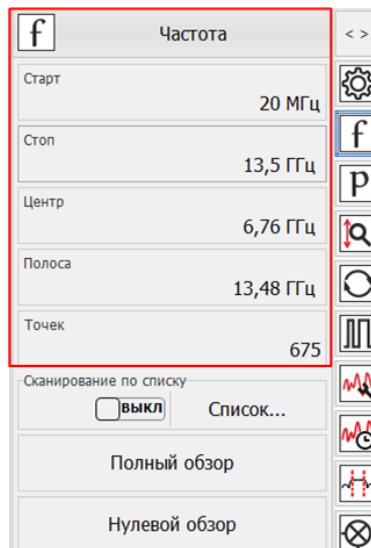

Рис. 3. Задание частотного диапазона
6. В панели управления «Частота» задать параметры сканирования по частоте (рис. 3). Количество точек выставить исходя из того, что начальная частота сканирования должна быть равна шагу сканирования, можно воспользоваться формулой: $N = ((f_{\max} - f_{\min})/f_{\min}) + 1$; (для нашего примера: 20 МГц ... 13,5 ГГц, 675 точек).